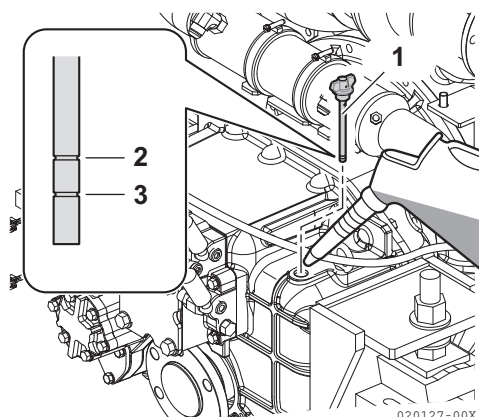

Figura 7
2. Togliere il tappo del bocchettone di riempimento (**Figura 7, (1)**) in cima all'alloggiamento.
3. Rimuovere l'asta di livello dell'olio (**Figura 7, (1)**) e pulirla con un panno pulito.
5. Estrarre l'astina di controllo. Il livello dell'olio deve essere compreso tra la tacca superiore (**Figura 7, (2)**) e la tacca inferiore (**Figura 7, (3)**) dell'asta di livello.
3. Riempire di olio fino al limite superiore (**Figura 7, (2)**) dell'asta di livello. *Vedere Specifiche dell'olio per l'invertitore a pagina 74.*